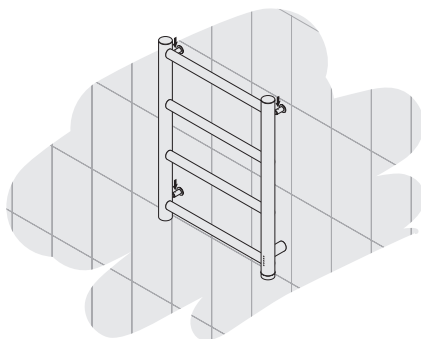

Рис.13
4.2.10. Произвести установку полотенцесушителя, используя стопорные винты (рис. 13).